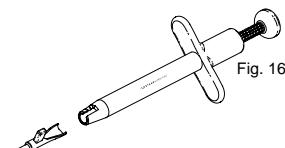

Fig. 16
- Skjut in patronen från injektorns framsida och knäpp fast den lodräta fliken på plats. (Fig. 16 och 17)